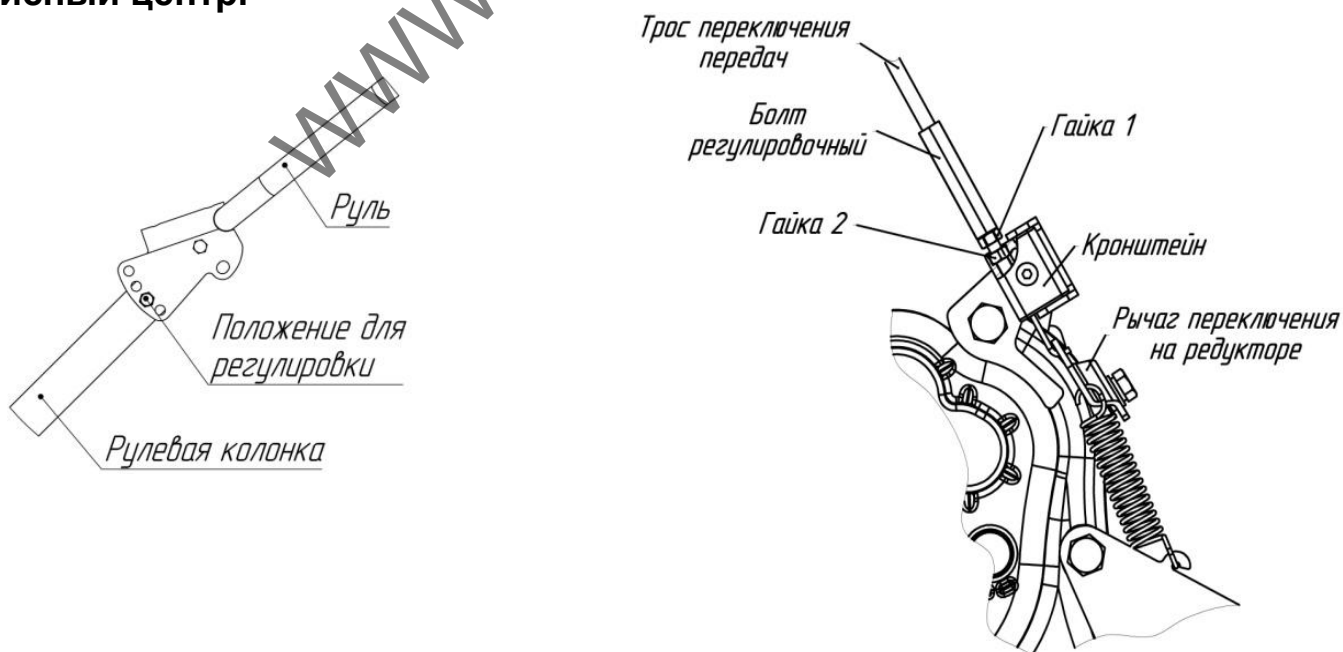

Рис.17 Регулировка переключения передач
1. Установите руль в третье отверстие сверху (рис.17).
- 4.1. Расконтрите Болт регулировочный отвернув Гайку 1 вниз (рис.17).
- 4.2. Вывинчивая регулировочный болт (рис.17), найдите положение, в котором при прокручивании колес нет постороннего шума.